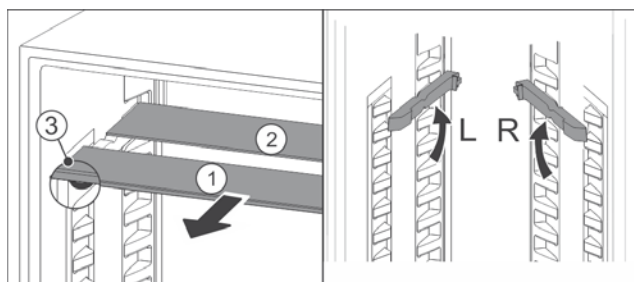

Fig. 57
- ▶ По одной извлеките Fig. 57 (1) стеклянные панели движением вперед.
- ▷ Стеклянная панель Fig. 57 (1) с декоративной планкой лежит спереди.
- ▷ Стопоры Fig. 57 (3) показывают вниз.